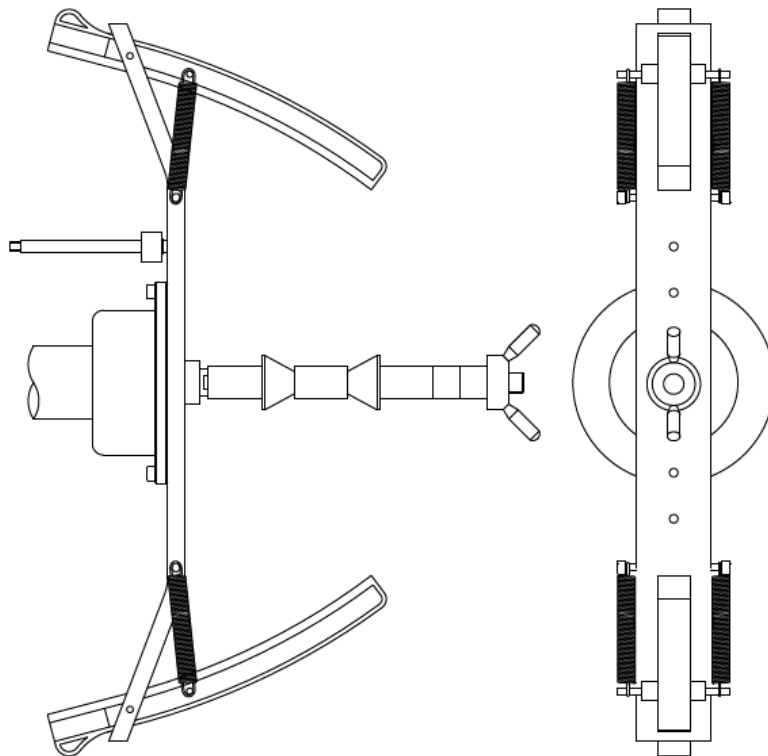

Bild F4.2 – Montage des Kalibriergewichts auf der Innenseite
8. Am Ende des Testlaufs zeigt die Maschine h12 CAL an. Montieren Sie das Kalibriergewicht auf der Innenseite wie in Bild F4.2 Das Gewicht muss in dem Loch mit der Markierung CAL befestigt werden.
9. Bringen Sie den Adapter in eine 100% Vertikalstellung mit dem Kalibriergewicht oben, wie in Bild F4.2 zu sehen und starten Sie einen weiteren Testlauf mit senken des Radschutzbogens und dem Drücken von [P8].